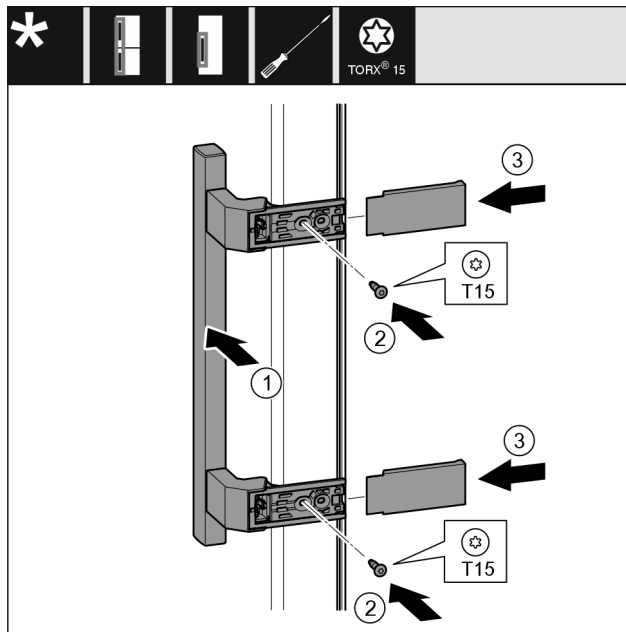

Fig. 22
- ▶ Namestite ročaj Fig. 22 (1) na nasprotno stran.
- ▶ Zategnite vijake Fig. 22 (2) z izvijačem.
- ▶ Pristavite pokrove Fig. 22 (3) na strani in jih potisnite gor.